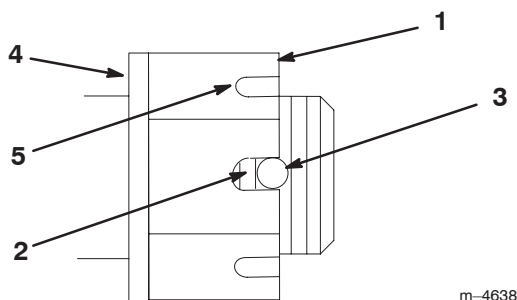

Figure 48
4. Serrez le boulon crénelé à 170 Nm (125 pieds-livres) (Fig. 48).
Remarque : On ne doit pas voir plus de 2 filets (Fig. 48).
6. Si plus de 2 filets sont visibles, enlevez l'écrou et placez une rondelle entre le moyeu et l'écrou (Fig. 48).
7. Serrez le boulon crénelé à 170 Nm (125 pieds-livres) (Fig. 48).
8. Serrez l'écrou jusqu'à ce que le jeu de fentes suivant soit en face du trou de l'axe (Fig. 48).